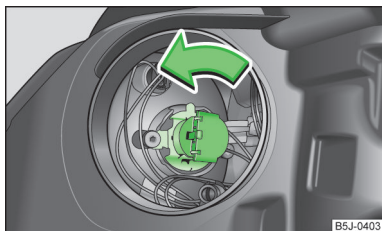

Fig. 157
- Gire el conector con la bombilla » fig. 157 hasta el tope en el sentido de la flecha y extráigalo.